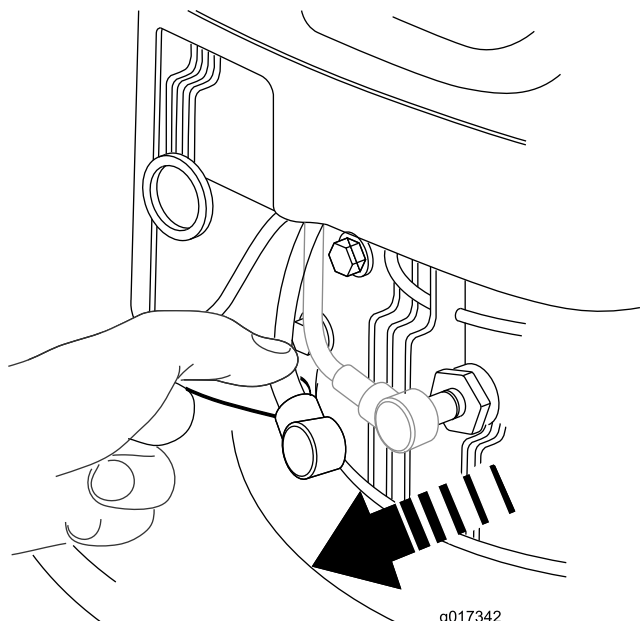

Рисунок 19
2. Отсоедините провод от свечи зажигания (Рисунок 19), прежде чем выполнять любые процедуры технического обслуживания.
- Отсоедините провод от свечи зажигания (Рисунок 19).